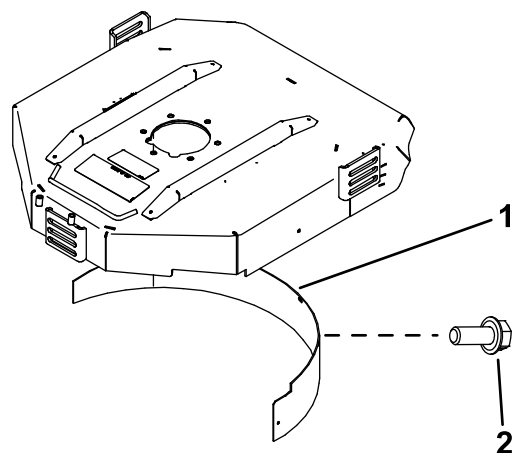

Figura 10
2. Instale el deflector de mulching en el hueco trasero y fíjelo con 5 pernos con arandela prensada (Figura 10).